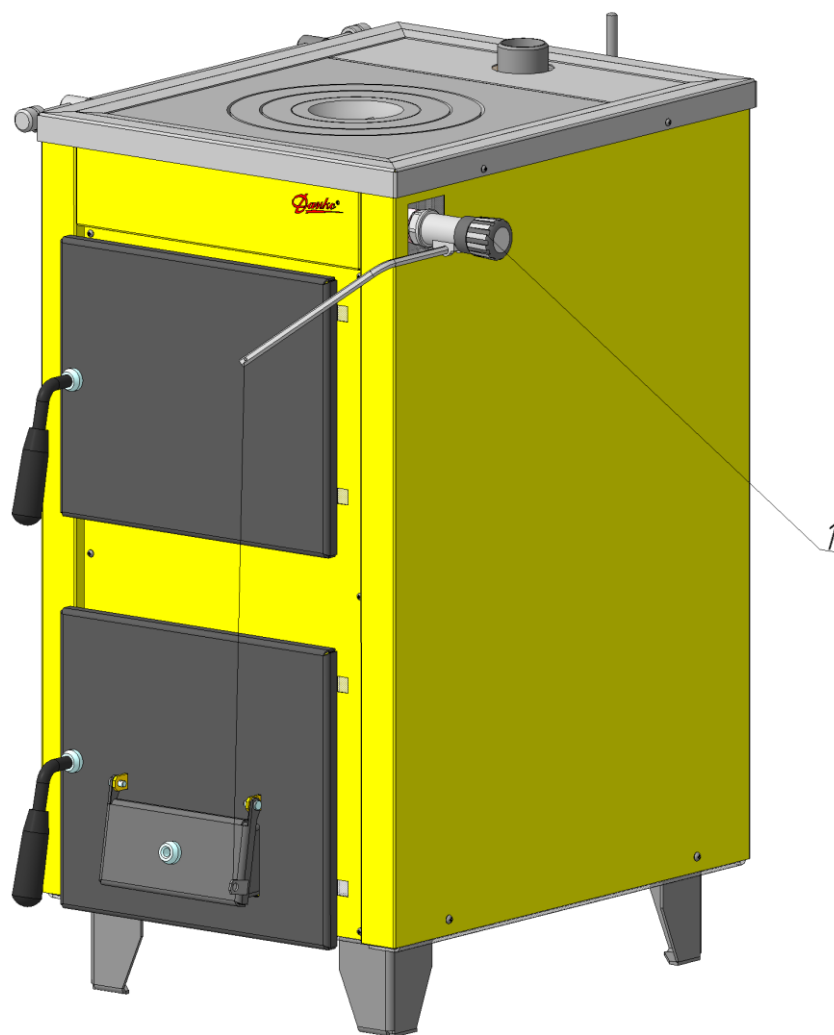

Рис.4. Монтаж тягорегулятора:
6.7.1. Монтаж и настройка тягорегулятора ведется в соответствии с паспортом (прилагается в комплекте) и рис.4. Патрубок для соединения тягорегулятора G³/₄" (рис.4) находится на боковой правой стенке теплообменника. Место его расположения можно определить по дополнительным просечкам в правой стенке декоративного кожуха. Перед установкой тягорегулятора, необходимо слить воду с аппарата, сделать отверстие по просечкам в правой стенке декоративного кожуха, убрать заглушку G³/₄" и на ее место вкрутить тягорегулятор (поз.1, рис.4). Далее провести работы и настройки согласно паспорта на тягорегулятор.